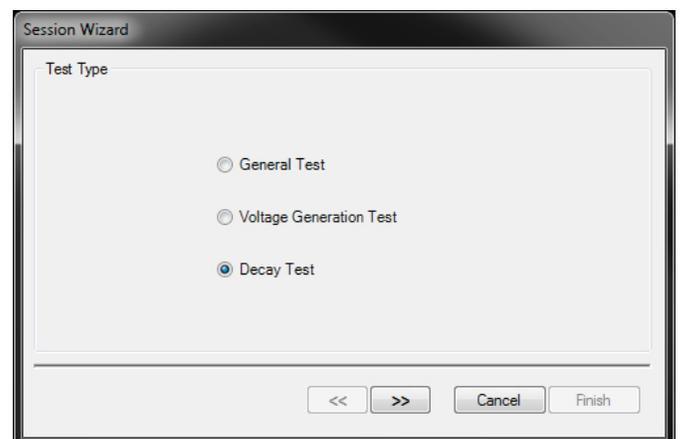

図 10: 最初のページのセッションウィザードウィンドウでは試験タイプを指定します
6. “Start a New Session Wizard” を選択しOKをクリックして下さい。(図9) セッションウィザードのテストスクリーンが開きます。(図10) テストタイプを選択しテストレポートに含まれる必要な情報を入力してください。詳細については以下のThe Session Wizard セクションを参照してください。
オープニングスクリーン(図10)は実施するテストのタイプを指定するために使用します。図10では、減衰試験(Decay Test)を選択しています。